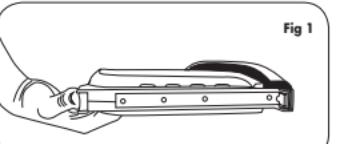

Fig 1
2. L'outil T50ACD (agrafeuse électrique) a un magasin des agrafes de charge inférieur. Retournez l'outil et pressez l'assemblage de poussée (**Fig 1**).